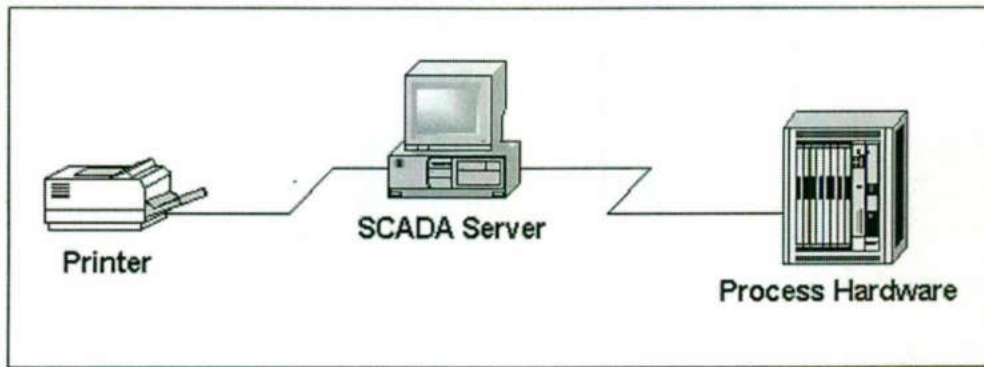

Figura 2-1: Ejemplo de una Configuración Stand-alone
- la Figura 2-1 muestra un servidor SCADA stand alone